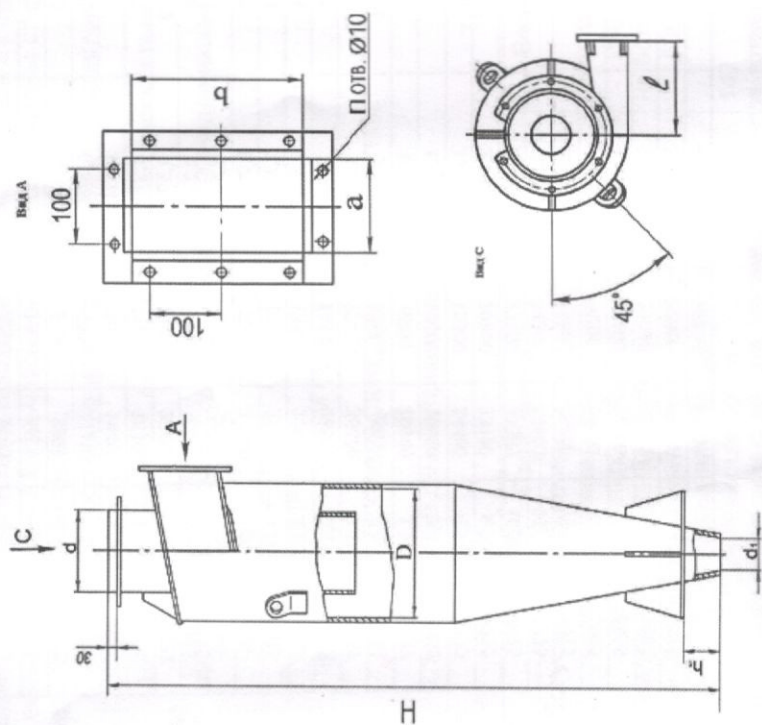

Рис. 1 (одиночный ЦН-15 (ЦН-11))
2.3. Основные габаритные, установочные и присоединительные размеры (мм.) циклонов типа ЦН – 11 приведены в табл. 3. (рис. 1)